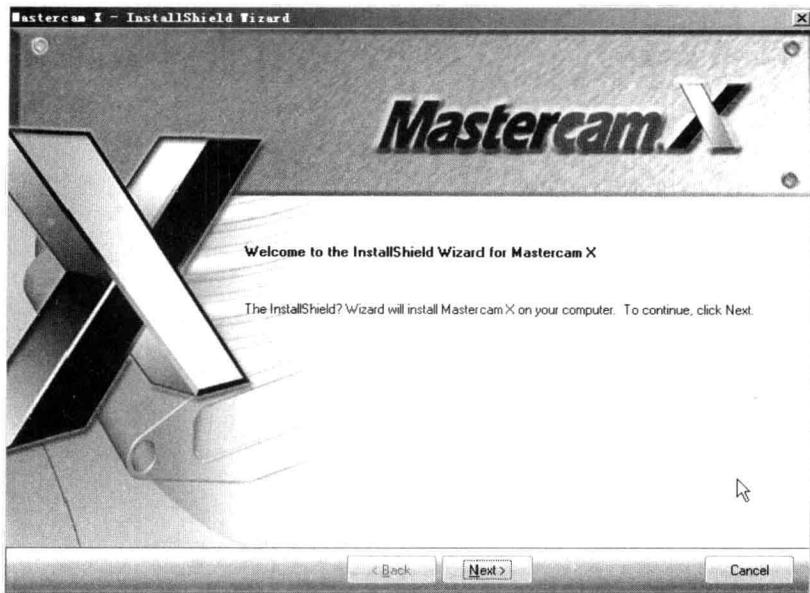
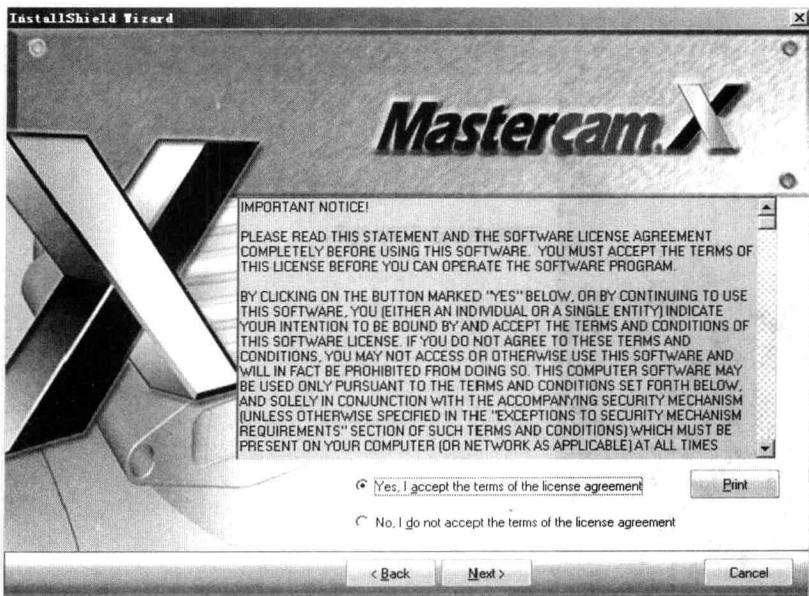

图 0.6 Welcome to the InstallShield Wizard for Mastercam X 安装界面
图 0.7 Mastercam X 的安装协议
(6) 安装 Mastercam X, 双击 setup.exe 运行安装程序, 打开如图 0.6 所示的 Welcome to the InstallShield Wizard for Mastercam X 安装界面。
(7) 在如图 0.6 所示的对话框中单击 Next 按钮, 打开如图 0.7 所示的安装协议。用户可以通过移动滚动条来完整地阅读 Mastercam X 的安装协议。
(8) 在如图 0.7 所示的安装协议中, 选中 Yes, I accept the terms of the license agreement